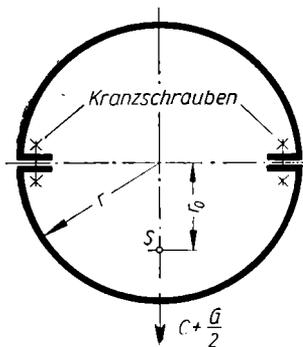

Bild 63
88. Der Kranz einer zweiteiligen **Riemenscheibe** (Bild 63) hat 1600 mm Durchmesser und wiegt 190 kp. a) Wie groß ist die Fliehkraft einer Kranzhälfte bei 250 U/min unter der Annahme, daß sich die Masse des Kranzes gleichmäßig über den äußeren Umfang verteilt? b) Welche Zugspannung wird in den $2 \cdot 2 = 4$ einzölligen Verbindungsschrauben des Kranzes durch die Fliehkraft und das Scheibengewicht erzeugt?
e) $P_z + \frac{G}{2} = 39330 \text{ kp (Bild 63)} = 2 F \sigma_2; \quad \sigma_2 = 61,5 \text{ kp/cm}^2.$